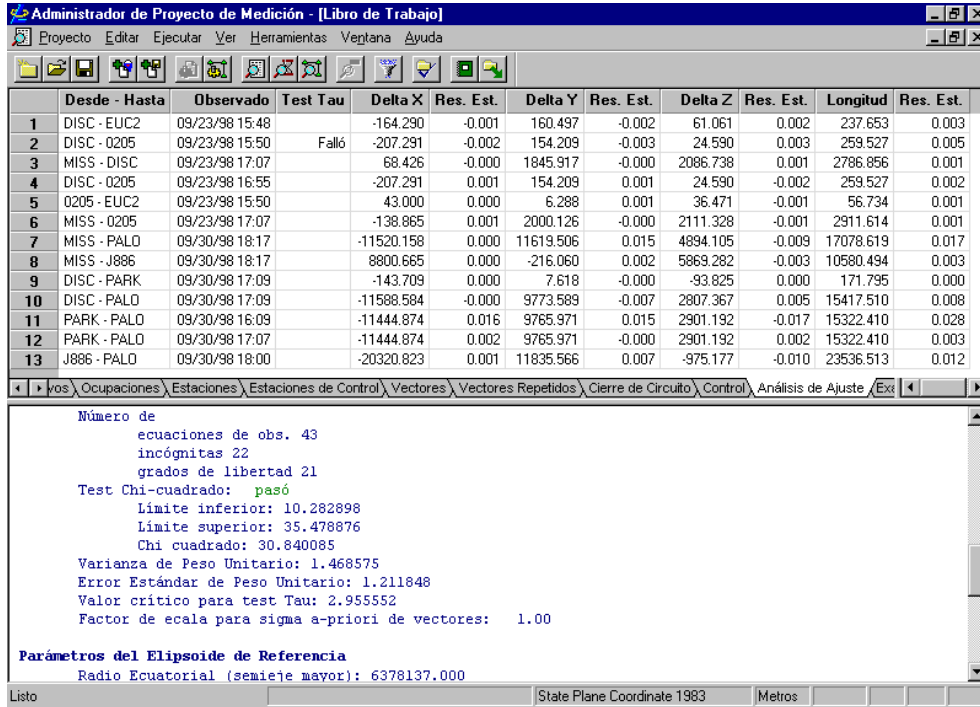

Figura 12.11. Resultados de Ajuste Libre
- Haga click en la flecha hacia arriba de la barra de desplazamiento que está en el lado derecho de la ventana de mensaje y al final de la pantalla para que pueda visualizar **Error Estándar del Peso Unitario** (Figura 12.11).